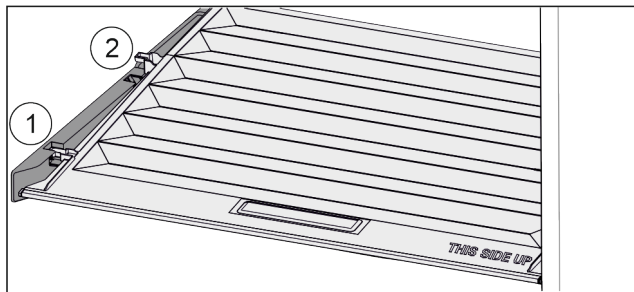

Fig. 123
- ▶ Tirer le couvercle vers l'avant jusque dans l'orifice des pièces de retenue Fig. 123 (1).
- ▶ Le soulever par le bas à l'arrière et le sortir par le haut Fig. 123 (2).